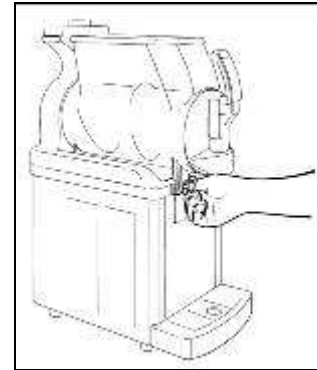

Fig. 14
- Svitare e sfilare i pomelli (fig.14).